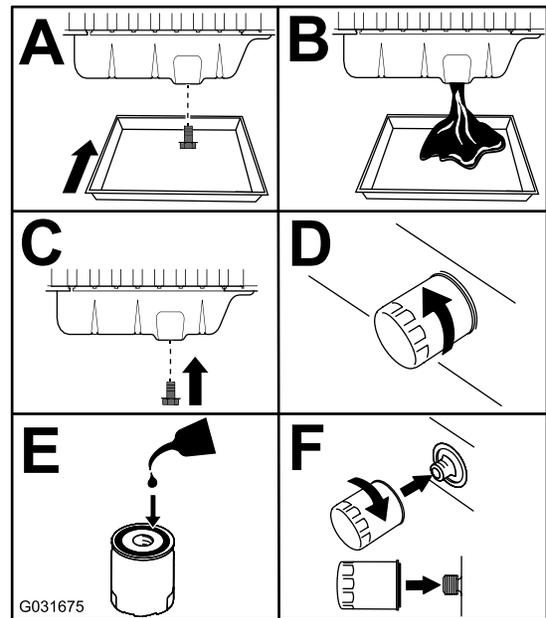

Figure 75
3. Vidangez l'huile moteur et remplacez le filtre à huile (Figure 75).